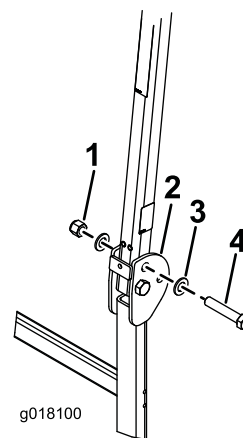

Figura 15
2. Coloque una arandela ($\frac{13}{16}$ " x $1\frac{1}{2}$ ") en cada perno ($\frac{3}{4}$ " x 4"), según se muestra en Figura 15.
3. En los taladros de donde se retiraron los pasadores, instale los pernos y las arandelas (Figura 15).
4. Coloque otra arandela sobre cada perno y sujételas con tuercas ($\frac{3}{4}$ "), según se muestra en Figura 15. Apriete las tuercas a 323–396 N·m.
5. Apriete el perno de pivote del ROPS (Figura 15) a 91–113 N·m para evitar que reboten la barra antivuelco y el toldo.